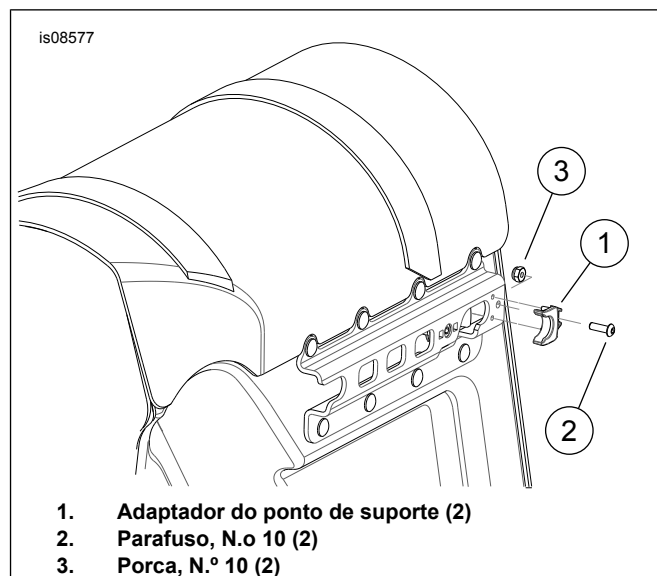
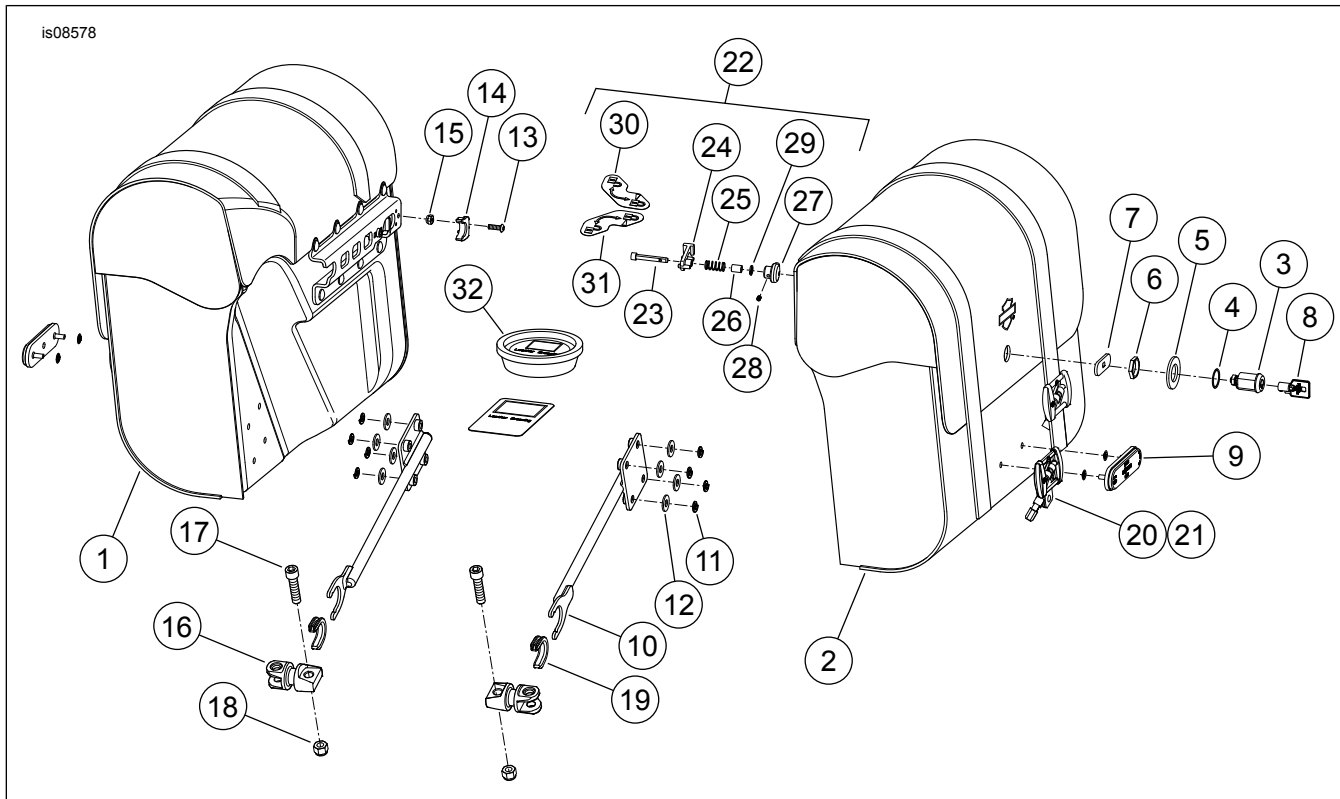

Figura 4. Instalação dos adaptadores de ponto de suporte traseiro
Figura 7. Peças de reposição: Kits de alforjes removíveis XL
3. Veja a Figura 7 e consulte a Tabela 1. Obtenha as forquilhas de suporte (16), os parafusos (17) e as porcas (18) do kit.
1. Veja a Figura 7 e consulte a Tabela 1. Pegue os braços de apoio do alforje (10) e os prendedores do suporte (19).
2. Veja a Figura 7 e consulte a Tabela 1. Pegue os conjuntos dos alforjes direito (1) e esquerdo (2), os adaptadores do suporte traseiro (14), os parafusos (13) e as porcas (15).
3. Veja Figura 4. Introduza os pinos do adaptador do ponto de suporte traseiro (1) nos furos na parte traseira do suporte do alforje e mantenha-o no lugar.
4. Instale o adaptador do ponto de suporte traseiro (1) usando o parafuso (2) e a porca (3). Aperte com firmeza.
5. Veja a Figura 7 e consulte a Tabela 1. Pegue os braços de apoio do alforje com prendedores “U” conectados (10 e 19), arruelas lisas (12), arruelas de pressão (11) e componentes do kit 90201424.
6. Sigas as instruções do kit 90201424 para montar o braço (10) nos alforjes.
1. Veja a Figura 7 e consulte a Tabela 1. Pegue os itens de travamento 3 a 7 do kit.